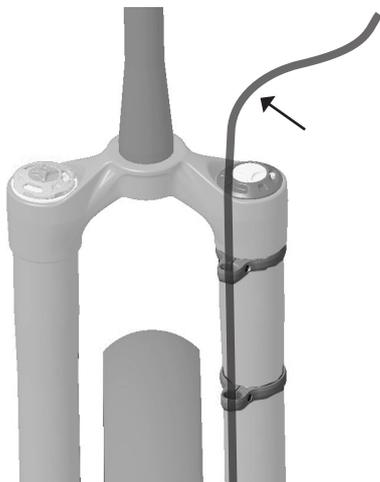
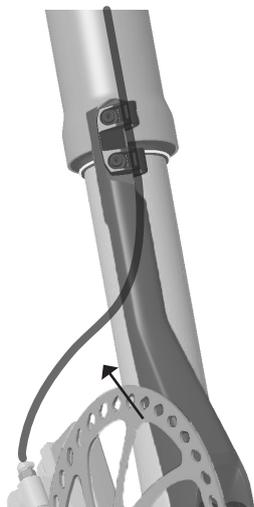

Figura 16: Lunghezza della guaina sufficiente sopra la guida della guaina del freno superiore
Figura 17: Vista completa del percorso della guaina del freno attraverso le guide della guaina del freno e nel supporto verticale
5. Verificare che la lunghezza della guaina del freno anteriore sia sufficiente sopra la guida superiore della guaina del freno fino alla leva del freno (Figura 16). Verificare la guaina del freno formi un arco regolare tra il morsetto della guaina del freno e la pinza del freno (Figura 17). Tutte le sezioni della guaina del freno devono presentare un percorso libero durante la compressione della forcella.